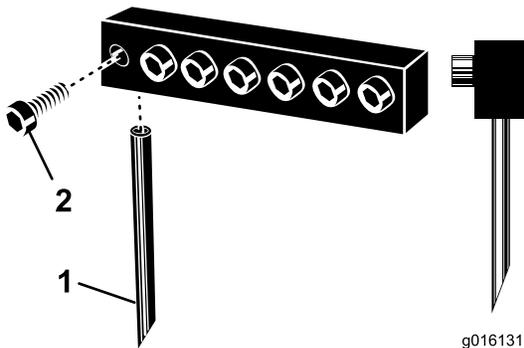

图27
3. 旋松夹紧螺栓，然后拆下之前使用的打孔针（图 27）。
**注意：** 空心打孔针的放置应使排出槽朝向后面，而实心打孔针则应使针尖角度朝向机器（图 27）。